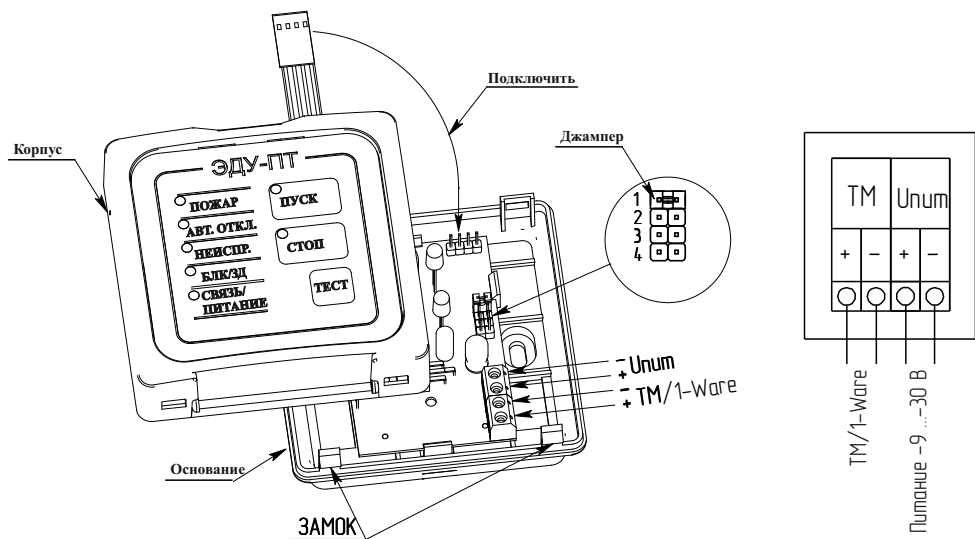

Рисунок 1
**ВНИМАНИЕ! ПРИ СНЯТИИ КОРПУСА АККУРАТНО ОТСОЕДИНИТЬ ШЛЕЙФ ОТ РАЗЪЕМА (СМ. РИСУНОК 1).**